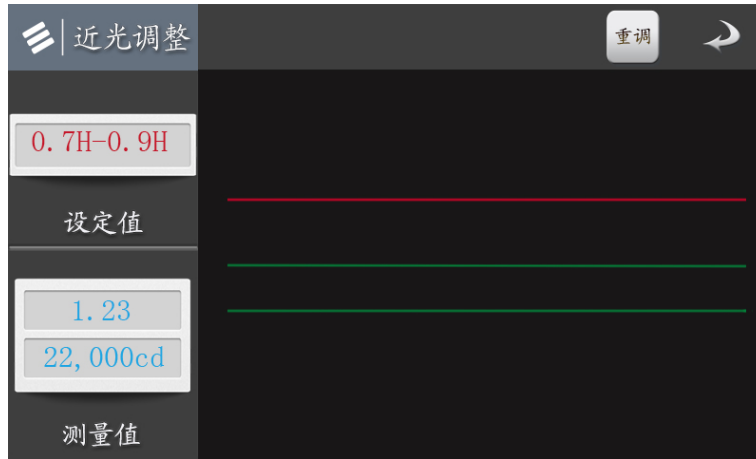

图 4.4 近光调整界面
(3)、近光调整。近光调整界面如图 4.4 所示：设定灯高输入完成后，点击“确定”键进入近光调整界面。屏幕中两条绿色线为设定值的上下限。屏幕左侧为当前测量值的灯高比与当前光强，打开车灯为近光灯，红色线为当前车灯位置，通过调整车灯角度，使红色线移动到两条绿色线之间，此时测量值到达设定值的范围内，近光调整结束。如需修改近光调整的设置值，点击屏幕右上方的“重调”按键，返回到参数输入界面进行上一步操作；如需返回，点击“返回”键，退出近光调整界面回到主界面。